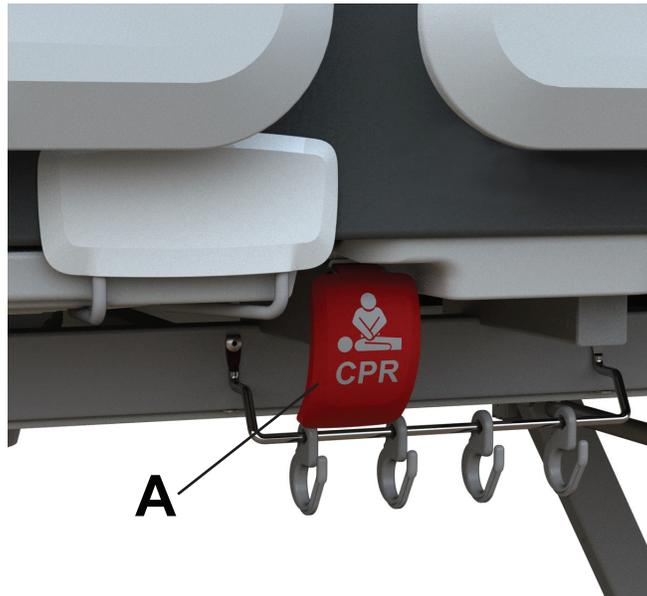

Abbildung 17 – Aktivieren des Griffs für die Schnellfreigabe zur Reanimation
Die beiden Griffe für die Schnellfreigabe zur Reanimation (A) befinden sich links und rechts der Knieteilverstellung der Liegefläche (Abbildung 17).
1. Den Griff für die Schnellfreigabe zur Reanimation ziehen (A) (Abbildung 17).